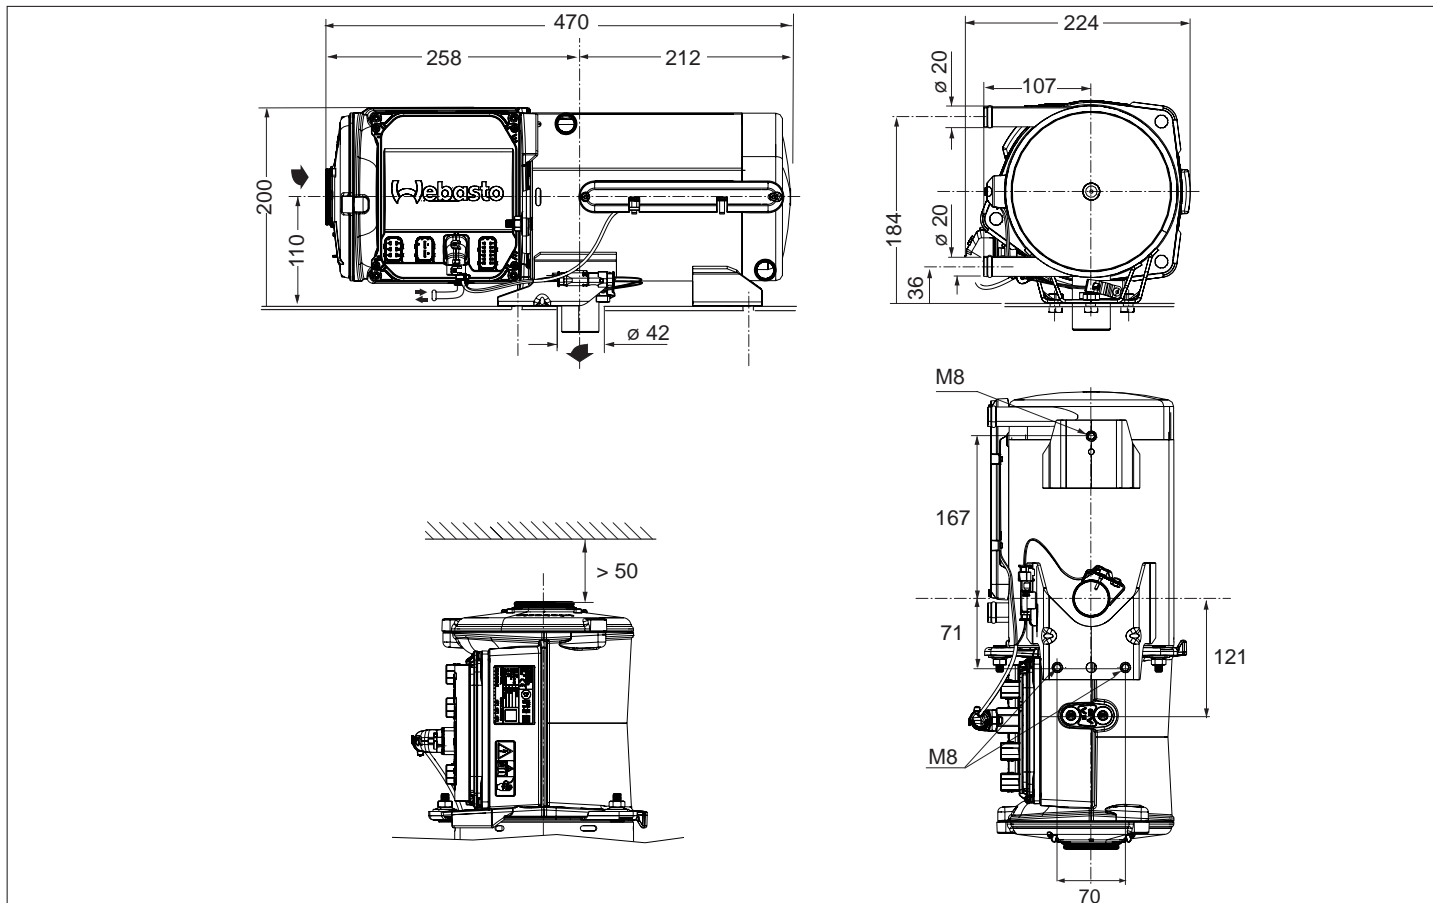

Fig. 04: Dimensions et écarts minimaux (en mm)
- ▶ Respecter l'espace de montage nécessaire, voir Fig. 04.